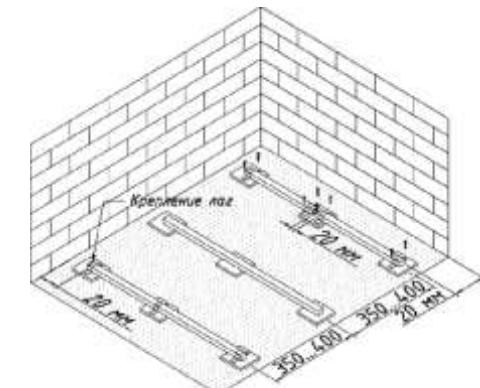

Рис.3 Укладка лаг
- При укладке монтажных лаг на бетонное основание, используйте резиновые подкладки под лаги толщиной от 5 до 20 мм для отвода воды. Рис. 3
- Поперечное расстояние между лагами для укладки террасной доски должно составлять не более 350-400мм (размер по осям). Рис. 3.
- Обеспечьте технологический зазор между лагой и примыкающей (стеной) поверхностью не менее 20мм. При продольной стыковке лаг всегда оставляйте зазор между ними не менее 20мм. Рис. 3